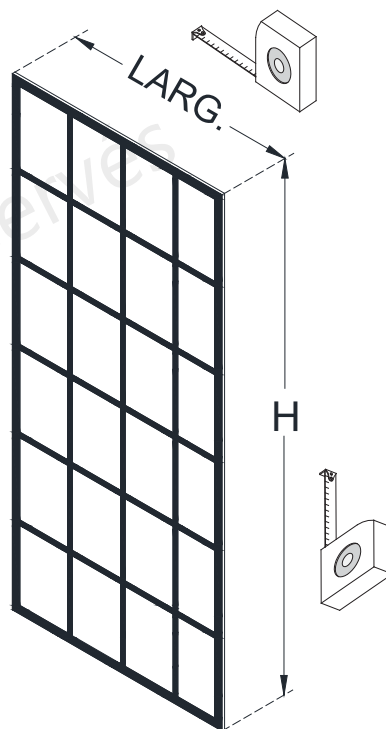

Fig 9
9. Mesurer la largeur et la hauteur réelles du **Panneau Vitré Fixe (N° 11)**. **(Fig 9)**